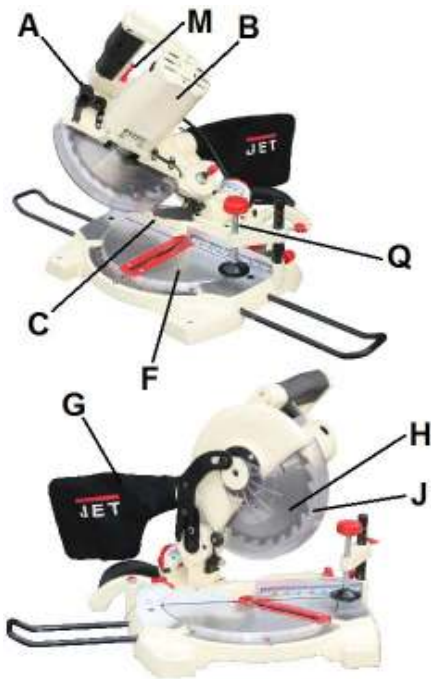

Рис. 1
- Мішок (G, Рис. 1) призначений для збору пилу. Мішок можна приєднати на шуцер у задній частині верстака.
- Пересуньте затиск (A, Рис. 1) у бік та за допомогою ручки повільно натисніть на ріжучу голову.